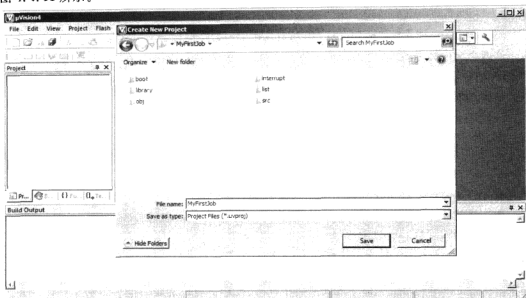

图 4.4.11 保存新建工程
② 然后执行如下操作：
a) 打开 Keil  $\mu$  Vision4, 选择 Project  $\rightarrow$  New  $\mu$  Vision Project 菜单项(如果当前有工程正在打开, 请先执行 Project  $\rightarrow$  Close Project 将其关闭), 在弹出窗口中填写工程名和保存路径(路径选择刚才新建的 MyFirstJob 文件夹, 并将工程命名为 MyFirstJob), 然后单击保存, 如图 4.4.11 所示。